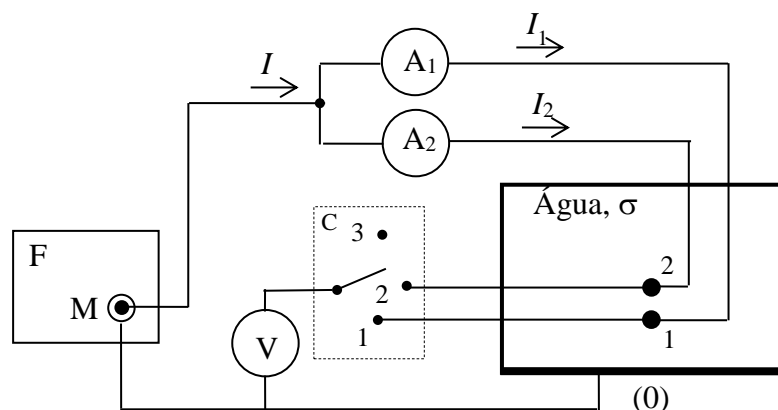

Fig. 5 – Esquema de ligações para previsão da tensão aplicada aos eléctrodos.
- d) Considere o ensaio da Fig. 5 (onde $I = I_1 + I_2$ e $U_1 = U_2 = U$). Obtenha as expressões das correntes I_1 e I_2 em função da corrente I imposta, bem como a expressão de U em função de I . Determine os valores das relações I_1/I e I_2/I (para os obter utilize os valores dos coeficientes da matriz $[K]^{-1}$ calculada em c)).
Efectue as ligações da Fig. 5. Ajuste o nível de saída do gerador de modo a que o valor eficaz da corrente (soma dos valores lidos em A_1 e A_2) seja aproximadamente 5 mA. Leia e anote os valores de A_1 e A_2 e o valor de V para as posições 1 e 2 do comutador.
- 5.4.** Para a configuração da Fig. 5 compare os valores previstos para I_1 , I_2 e U com os obtidos no ensaio realizado no ponto 4.4, tendo em conta a corrente I desse ensaio, as expressões obtidas na alínea d) do dimensionamento e a matriz $[G_{exp_corr}]$ obtida em 5.3.